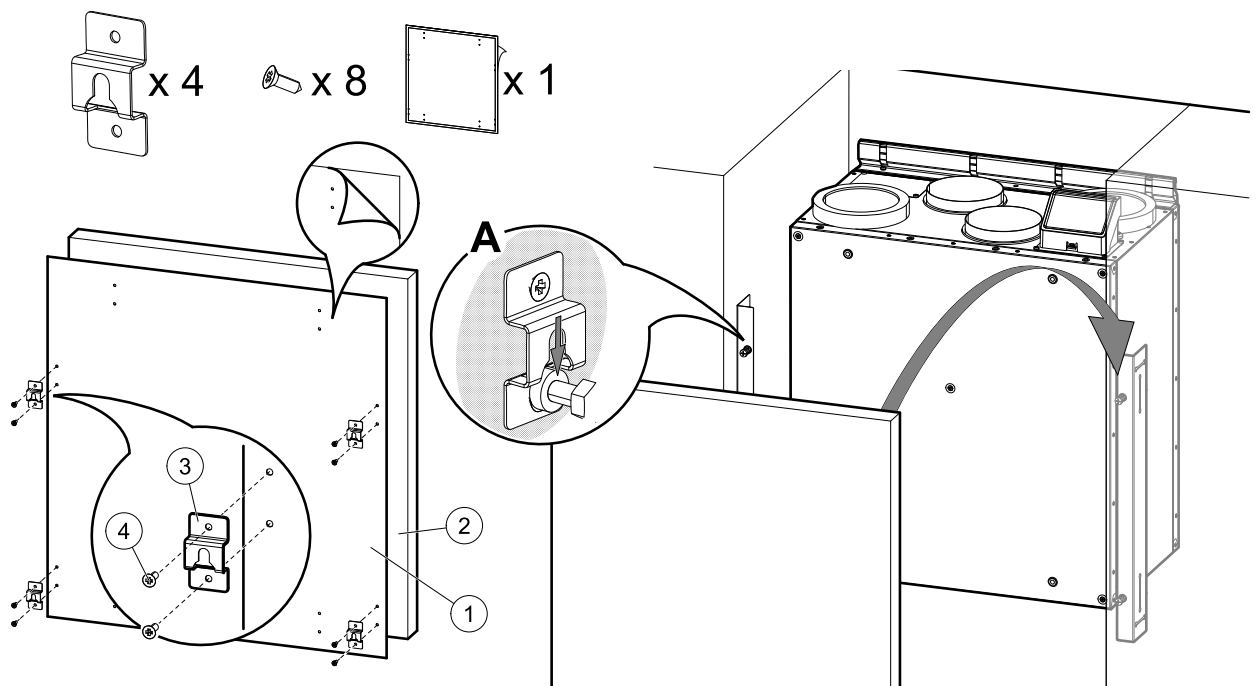

Bild 23 Installation der Modulhaken und Einbau der Frontplatte
2. Befestigen Sie die vier Modulhaken an den Ecken der Frontblende des Küchenmöbels. Aufkleber mit Markierung der Löcher (Abbildung 23, Pos. 1) ist im Lieferumfang enthalten. Die markierten Löcher sind zur Kennzeichnung der Position für die Schrauben zur Befestigung der Modulhaken. Den Aufkleber auf die Rückseite der Frontblende des Küchenmöbels kleben, Abbildung 23, Pos. 2). Die Größe des Aufklebers entspricht der des Gerätes. Falls die Frontblende größer als der Aufkleber ist, markieren Sie manuell die Abstände zu den Ecken.
Wenn die richtige Position gefunden ist, befestigen Sie die vier Modulhaken (Abbildung 23, Pos. 3) mit je zwei Schrauben (Abbildung 23, Pos. 4). Hängen Sie die Frontplatte des Küchenmöbels an die vorstehenden Schrauben (Abbildung 23, Pos. A).